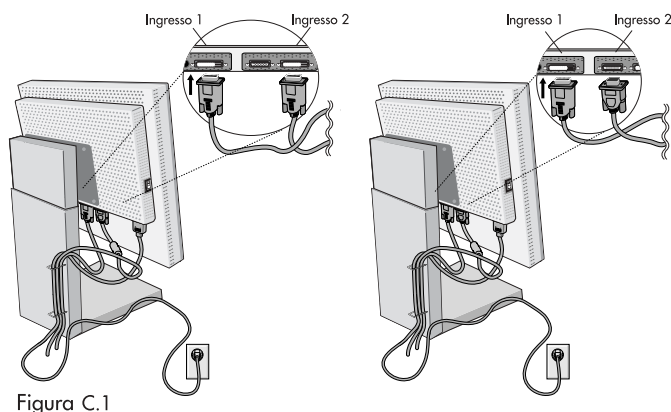

Figura C.1
3. Collegare il cavo segnali DVI al connettore sul retro del monitor. Posizionare il cavo segnali video (**Figura C.1**). Collegare solo VGA o DVI a Input 2.